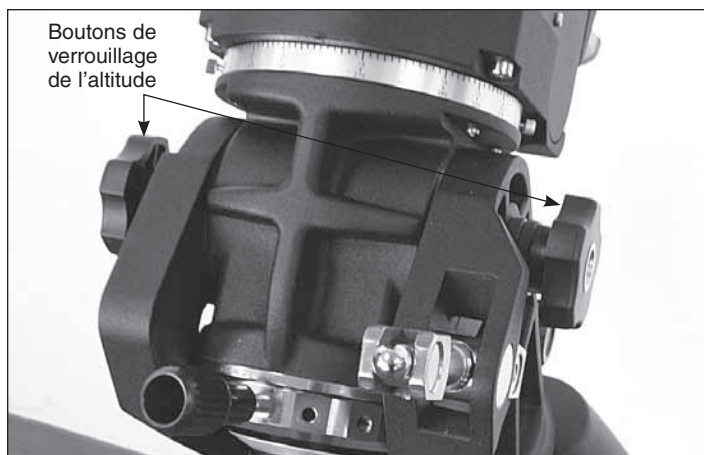

Figure 12. Les boutons de verrouillage de double altitude.
1. Desserrez les deux boutons de verrouillage d'altitude situés sur les côtés de la monture (**Figure 12**).
1. Desserrez les deux boutons de verrouillage de l'altitude (**Figure 12**).